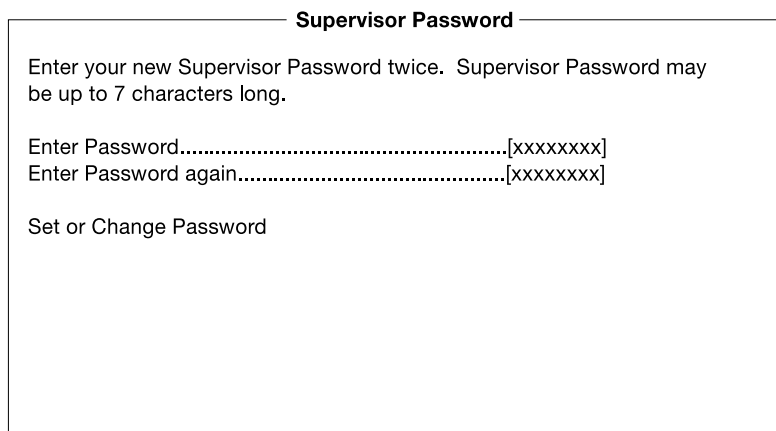

Figure 4-12 Ecran de mot de passe de sécurité
1. Activer le paramètre Supervisor Password du menu System Security en appuyant sur la touche de direction à droite ou à gauche. L'écran affiche la fenêtre Supervisor Password comme le montre la Figure 4-12.